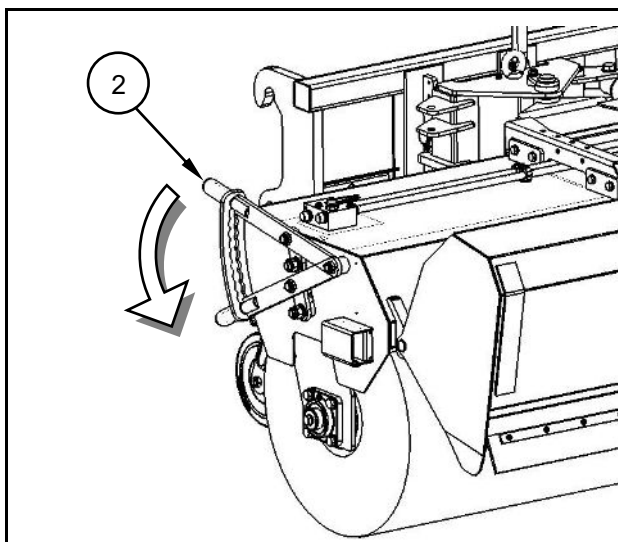

Fig. 6.2
- Låseløftesystemet (2) indstilles til den nederste position på begge sider (fig. 6.2).